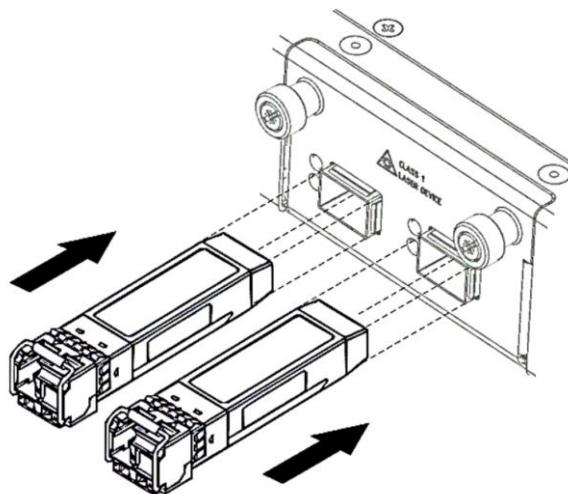

Рисунок 26 – Установка SFP-трансиверов в слоты модулей расширения
- установка SFP-трансиверов в соответствующие слоты всех модулей расширения осуществляется защелкой (этикеткой) вверх (Рисунок 26);